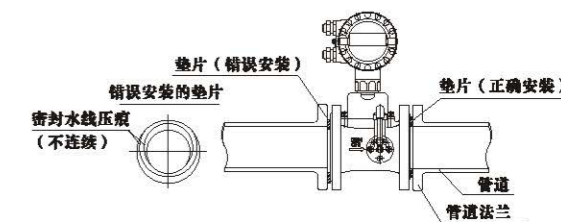

图8
(6) 安装场所：流量计应安装在便于维修，无强电磁干扰与热辐射的场所。
(7) 对安装焊接的要求：
- a. 用户另配一对标准法兰，将法兰焊在前后管道上，把流量计放在中心，法兰中间放密封垫（注：密封垫不能凸入管道内），用螺丝分别将前后两对法兰分别连成一体。（图8）
(8) 流量计接地的要求：流量计应可靠接地，不能与强电系统地线共用。
(9) 对于防爆型产品的要求：